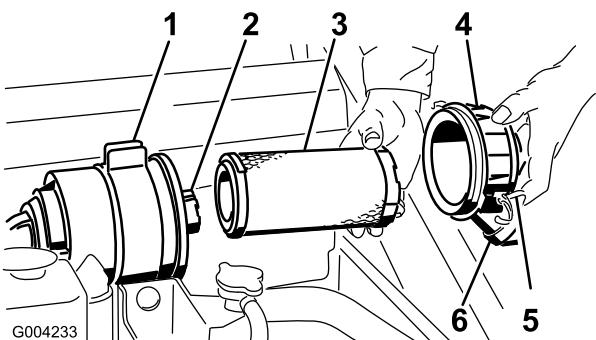

Figura 32
3. Abra los cierres del limpiador de aire y tire de la tapa del limpiador de aire para separarla de la carcasa del limpiador de aire (Figura 32).
6. Extraiga con cuidado el filtro primario del cuerpo del limpiador de aire (Figura 32). Evite golpear el filtro contra el lado de la carcasa.
9. Si va a cambiar el filtro de seguridad, deslice cuidadosamente el filtro nuevo en el cuerpo del filtro (Figura 32).
10. Deslice cuidadosamente el filtro primario por encima del filtro de seguridad (Figura 32). Asegúrese de que está bien asentado empujando sobre el borde exterior del filtro mientras lo instala.
11. Instale la tapa del limpiador de aire con el lado que lleva la palabra UP hacia arriba, y fije los cierres (Figura 32).